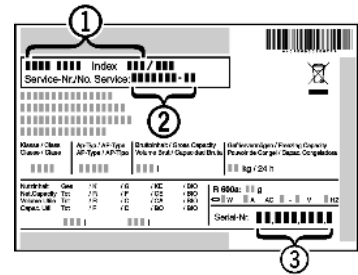

Fig. 52
- ▶ Считать обозначение устройства *Fig. 52 (1)*, сервисный номер *Fig. 52 (2)* и серийный номер *Fig. 52 (3)* с заводской таблички. Заводская табличка находится внутри устройства слева.